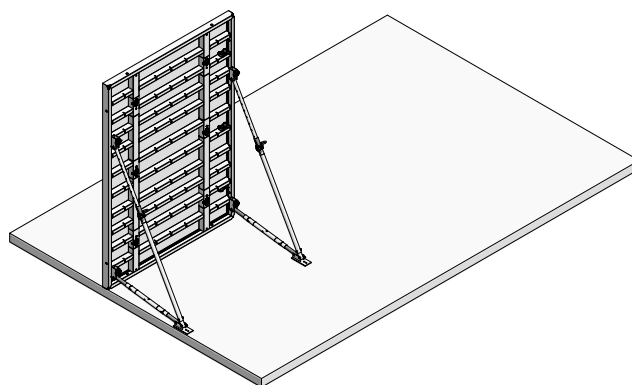

Fig. 5.1
2. Positionner le premier panneau et le fixer au sol ou à un lest béton avec 2 étais combinés TP pour prévenir tout risque de renversement (Fig. 5.1). La platine de pied doit être ancrée solidement dans le sol (sur le lest béton) – dans la terre avec deux piquets, dans le béton avec deux goujons pour charges lourdes.